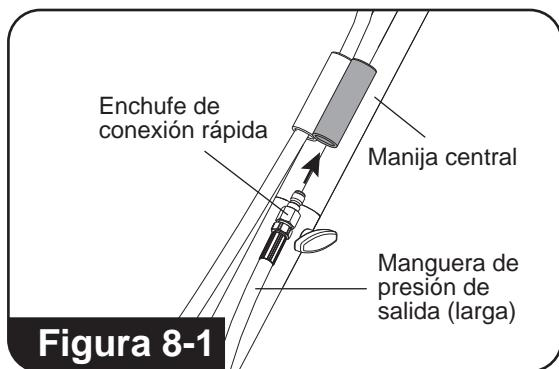
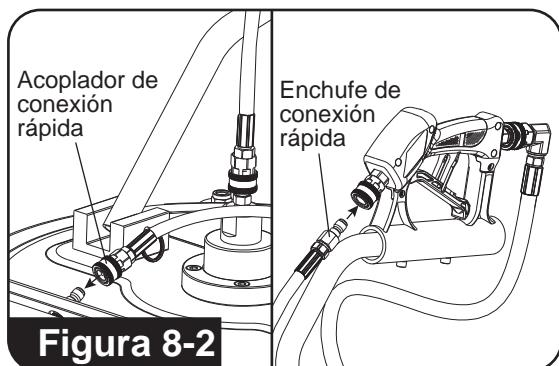

Figura 8-1
Figura 8-2
8. Tome la manguera de presión de salida larga y, comenzando con el extremo del enchufe de conexión rápida, deslícela a través de la parte inferior del tubo guía en la parte delantera del ensamblaje de la manija central. Fíjela al otro mango y al enchufe de entrada de la barra de rociado. (**Consulte la figura 8-1 y la figura 8-2**)